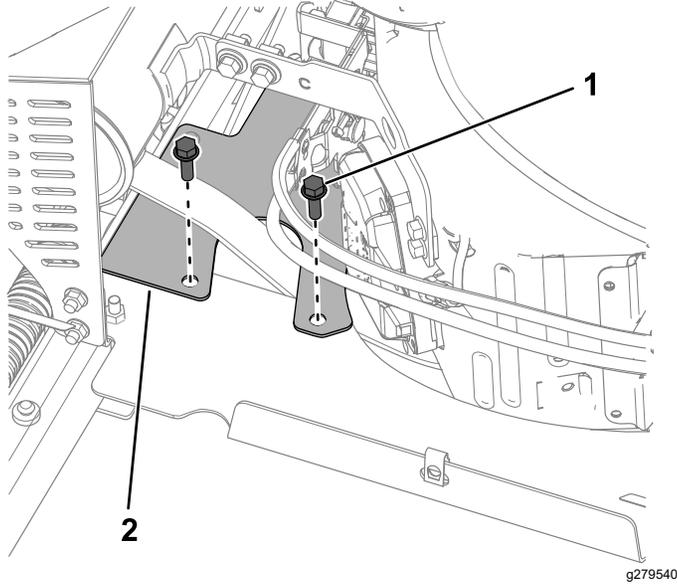

Figura 31
3. Retire os dois parafusos (5/16 pol. x 1 pol.) e proteção da correia (Figura 31).
2. Instale a proteção da correia como se mostra na Figura 31. Aperte os parafusos com uma força de 20 a 25 N·m.